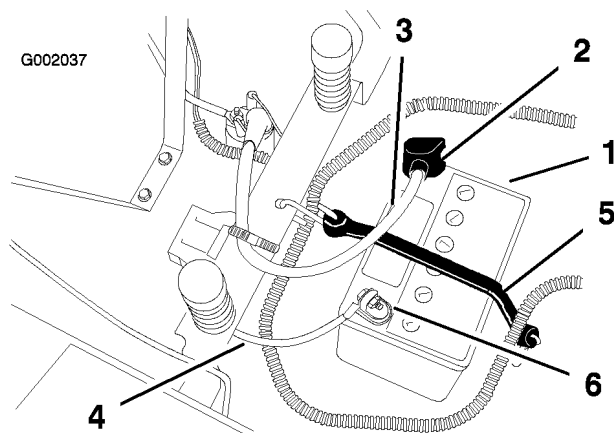

Figure 31
4. Débranchez le câble négatif (noir) de mise à la masse de la borne de la batterie (Figure 31).
5. Repoussez le capuchon en caoutchouc sur le câble positif (rouge). Débranchez le câble positif (rouge) de la borne de la batterie (Figure 31).
6. Enlevez la sangle de maintien de la batterie (Figure 31) et ôtez la batterie de son support.
- Placez la batterie sur son support, les bornes à l'opposé du panneau de commande (Figure 31).
- Fixez les câbles à l'aide de 2 boulons (1/4 x 3/4 pouce), 2 rondelles (1/4 pouce) et 2 écrous (1/4 pouce) (Figure 31).
- Fixez la batterie en place à l'aide de la sangle de maintien (Figure 31).